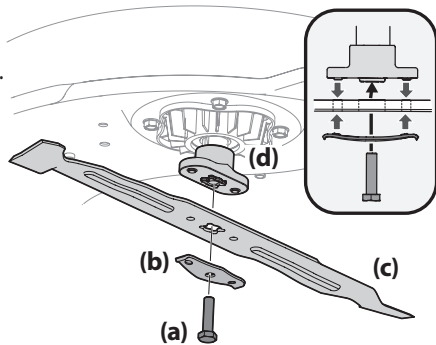

Figura 24
3. Aque el perno (a) y el soporte de campana (b) que sostienen la cuchilla (c) y el adaptador (d) al motor de la plataforma. Consulte la Figura 24.
4. Extraiga la cuchilla (c) y el adaptador (d) del husillo del motor de la plataforma. Consulte la Figura 24.